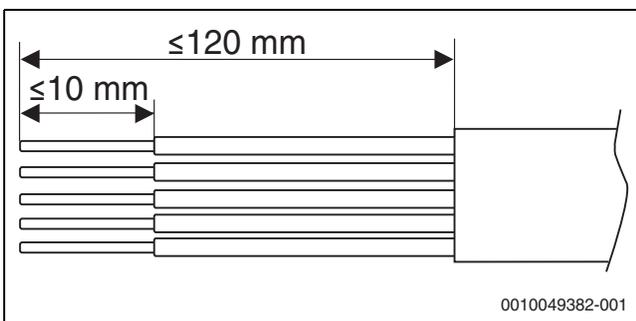

Bild 34 Abisolierung der Adern für den Netzanschluss
- ▶ Anschlusskabel für CAN-BUS durch die linke Kabelverschraubungen (1) führen.
- ▶ Anschlusskabel für den Netzanschluss durch die rechte Kabelverschraubungen (2) führen.
- ▶ Kabel entsprechend Bild 34 abisolieren.